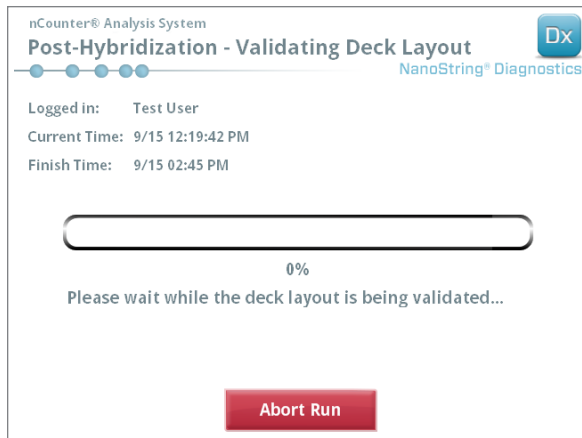

FIGURE 5.26 : Écran « Post-Hybridization - Validating Deck Layout » (Post-hybridisation - Validation de la disposition du plateau)
- b. La Prep Station nCounter vérifie ensuite que tous les consommables et réactifs ont été correctement placés sur le plateau (FIGURE 5.26). Pour ce faire, la Prep Station confirme que les capteurs de la cartouche d'échantillon, du bloc électrodes et du couvercle du bloc chauffant sont tous en bon état de marche. La tête de pipetage vérifie ensuite que les embouts, les gaines d'embouts, les tubes à bande et les plaques de réactifs sont tous en place en les touchant avec un ensemble d'embouts de validation. Ne pas s'inquiéter que la Prep Station touche les consommables. Cette opération s'inscrit dans le fonctionnement normal du système. Si la Prep Station détermine qu'un consommable n'est pas correctement placé, elle invite l'utilisateur à corriger la configuration.